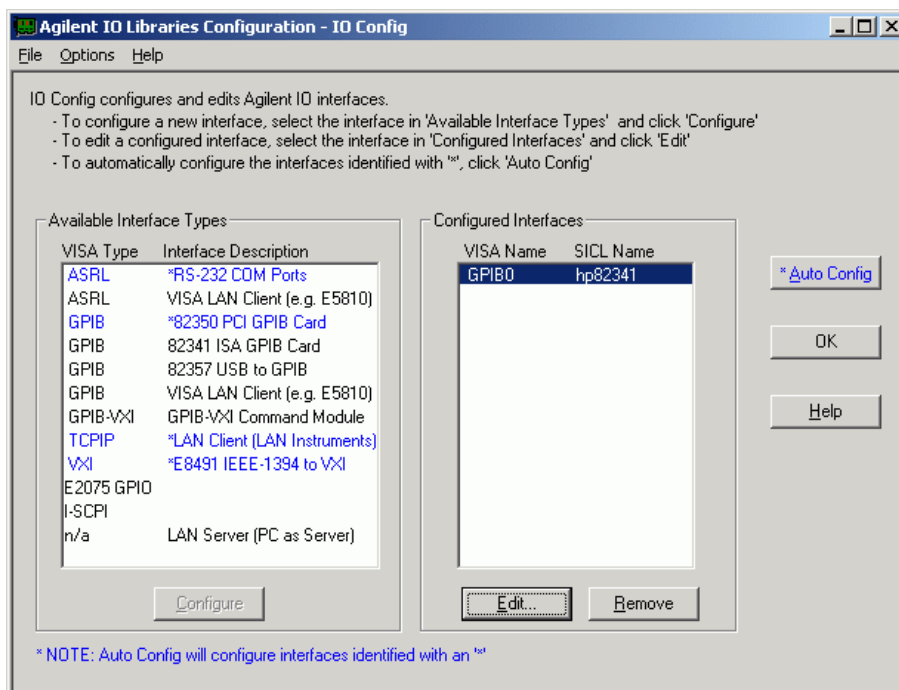

Figura 19 La pantalla de configuración de interfaces muestra el cliente LAN configurado.
- 8 Haga clic en **OK**. La tarjeta GPIB configurada debe aparecer ahora bajo "Interfases configuradas" en la **pantalla de configuración de interfases** (Figura 19 en la página 54).